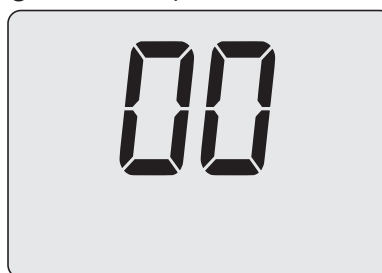

Figura 14.18
- Premendo il tasto 17 (Figura 14.15) sul display LCD appare il valore del parametro P06 (Figura 14.18).